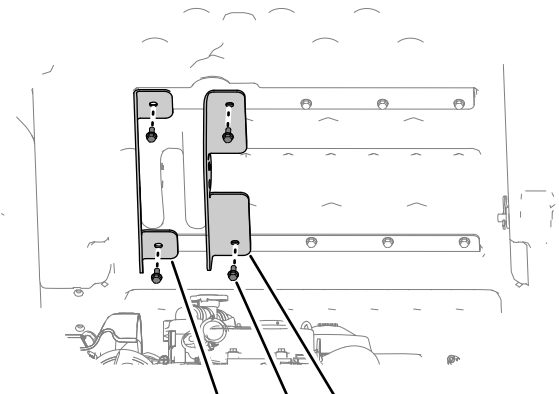

Figura 5
- 2. Allineate la staffa del pianale esterna (quella con le flange corte) con il foro esterno in ciascuno dei supporti del pianale (Figura 5).
- 3. Fissate la staffa del pianale esterna (quella con le flange corte) al pianale con i 2 bulloni rimossi alla fase 1 e serrateli manualmente (Figura 5).
- 4. Allineate la staffa del pianale interna (quella con le flange lunghe) con i fori interni dei supporti del pianale (Figura 5).
5. Fissate la staffa del pianale interna al pianale con gli altri 2 bulloni rimossi alla fase 1 e serrateli manualmente (Figura 5).